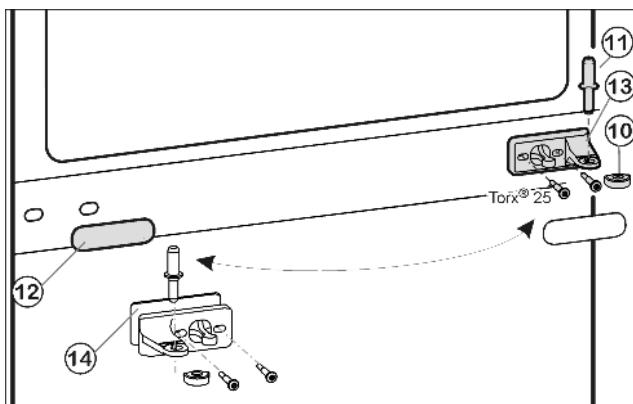
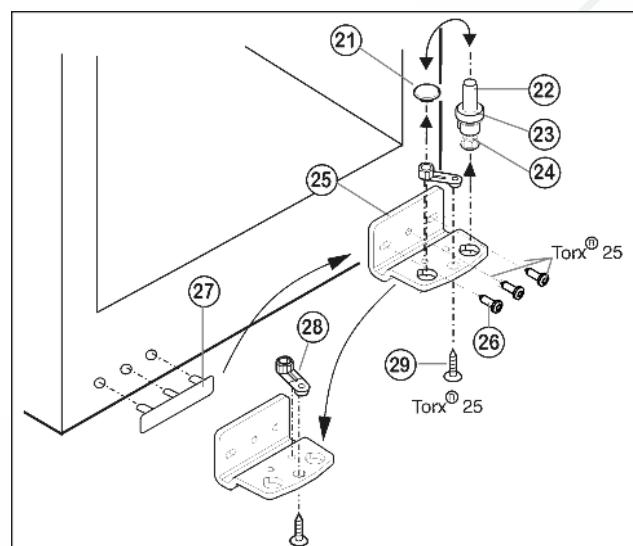

Fig. 5
Fig. 6
- Вытащите из опорного кронштейна и нижней дверцы средний опорный винт Fig. 5 (11).
- Снимите пластмассовый колпачок Fig. 5 (10).
- Открутите средний опорный кронштейн Fig. 5 (13) (2 шт. Torx® 25).
- ▶ Осторожно снимите накладку Fig. 5 (12).
- ▶ Прикрутите средний опорный кронштейн Fig. 5 (13) с подкладкой Fig. 5 (14) с поворотом на 180° на новую сторону шарнира (**с моментом 4 Нм**).
- ▶ Зашелкните накладку Fig. 5 (12), повернув на 180°, на стороне, где теперь будет ручка.
- ▶ Извлеките опорный винт Fig. 6 (22) в комплекте с шайбой Fig. 6 (23) и регулируемой опорой Fig. 6 (24), вытягивая его вверх.
- ▶ Снимите пробку Fig. 6 (21).
- ▶ Открутите Fig. 6 (26) опорный кронштейн Fig. 6 (25).
- ▶ Открутите Fig. 6 (29) опорную деталь Fig. 6 (28) и, переставив в отверстие на противоположной стороне опорного кронштейна, снова прикрутите.
- ▶ Осторожно снимите и переставьте на противоположную сторону крышку со стороны ручки Fig. 6 (27).
- ▶ Снова прикрутите опорный кронштейн Fig. 6 (25) на новой стороне шарнира (**с моментом 4 Нм**). При необходимости используйте аккумуляторный шуруповерт.
- ▶ Переставьте пробку Fig. 6 (21) в свободное отверстие.
- ▶ Вновь установите опорный винт Fig. 6 (22) в комплекте с шайбой и регулируемой опорой. При этом фиксатор должен быть направлен назад.
- ▶ Установите нижнюю дверцу сверху на нижний опорный винт Fig. 6 (22).
- ▶ Снова наденьте пластмассовый колпачок Fig. 5 (10) на средний опорный кронштейн Fig. 5 (13).
- ▶ Вставьте средний опорный винт Fig. 5 (11) на новой стороне шарнира через средний опорный кронштейн Fig. 5 (13) в нижнюю дверцу.
- ▶ Установите верхнюю дверцу на средний опорный винт Fig. 5 (11).
- ▶ При необходимости выровняйте дверцы через два продольных паза в нижнем опорном кронштейне Fig. 6 (25) и среднем опорном кронштейне Fig. 5 (13) параллельно корпусу устройства. Для этого выкрутите средний винт на нижнем опорном кронштейне Fig. 6 (25).